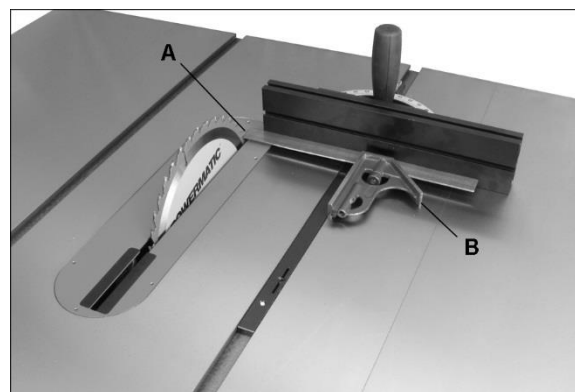

Рисунок 8-10
См. Рисунок 8-10 и 8-11.
3. Отметьте один зуб (A, Рисунок 8-10) маркером и поместите зуб немного выше верхнего края стола спереди.
4. Слегка приподнимите угловой упор из паза, чтобы он служил уступом. Приложив угольник (B) к боковой стороне планки, сдвиньте шкалу до тех пор, пока она не коснется кончика диска, и зафиксируйте шкалу в нужном положении.